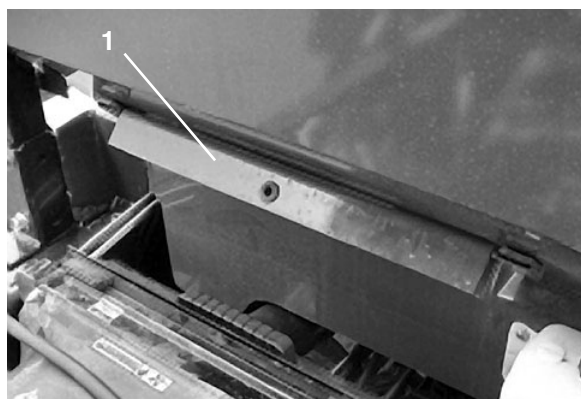

Figure 35
Utilisation de la béquille de sécurité du plateau (Fig. 35 & 36)
2. Retirez la béquille de sécurité des supports de rangement au dos du panneau de la protection anti-retournement (Fig. 35).